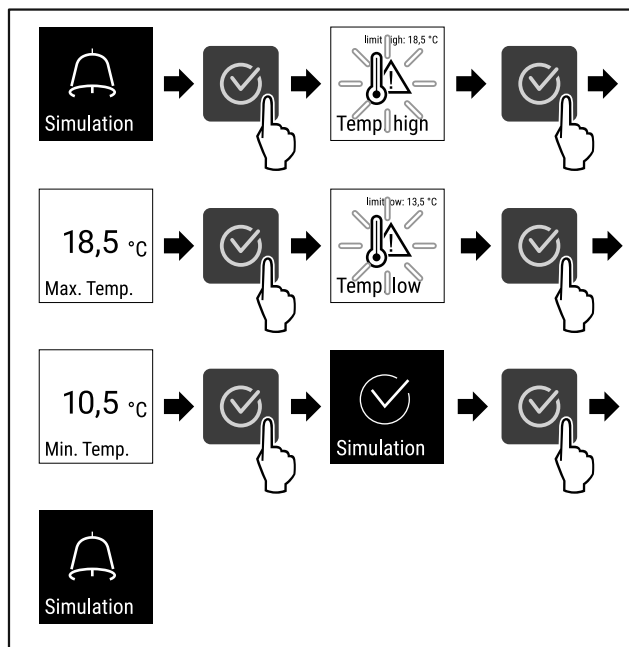

Fig. 109
- ▶ Выполните шаги действия (см. Fig. 109) .